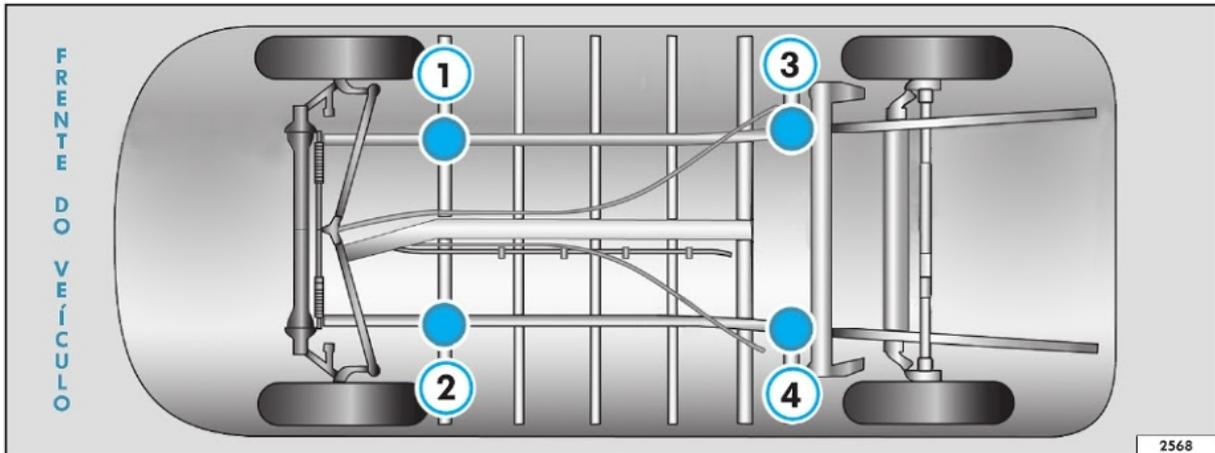

Fig. 93 Elevação do veículo: pontos de recepção
O seu veículo só pode ser levantado na oficina, por meio de um elevador, pelos pontos assinalados na figura ⇒ fig. 93 ①, ②, ③ e ④.
- Só levante o veículo pelos pontos assinalados na figura ⇒ fig. 93.